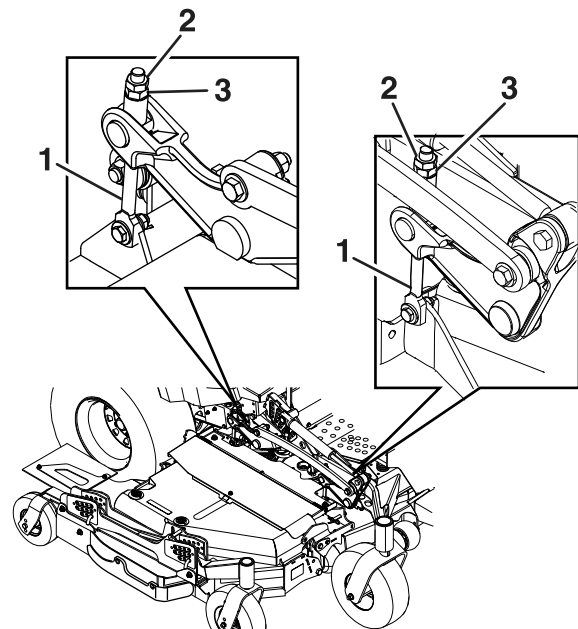

Figura 72
Afloje las contratuercas de la parte superior de cada pletina de ajuste de la carcasa. Gire la tuerca de ajuste del conjunto de elevación de la carcasa delantera para obtener la altura correcta para las puntas delanteras de las cuchillas izquierda y derecha de la carcasa central (Figura 72).
5. Si los 4 mecanismos de ajuste de la carcasa (Figura 72) no tienen holgura suficiente para lograr la altura de corte precisa con la inclinación necesaria, puede utilizarse el sistema de ajuste de un solo punto.
6. Para ajustar el sistema de un solo punto, primero afloje los pernos de montaje delantero y trasero de la placa de altura de corte (Figura 72)